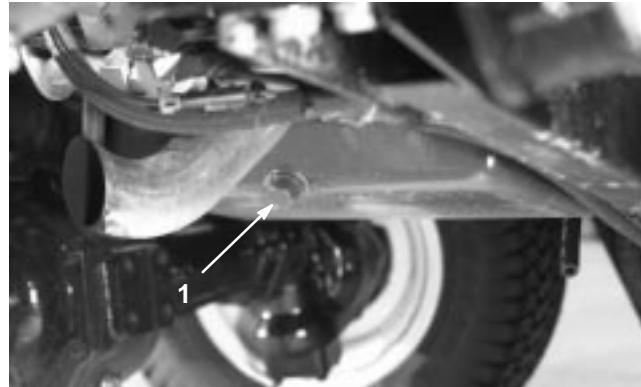

Bild 48
1. Entfernen Sie die Verschluss schraube (Bild 48) und lassen das Öl in ein Auffanggefäß ab. Schrauben Sie die Verschluss schraube wieder ein, nachdem das Öl abgelaufen ist.